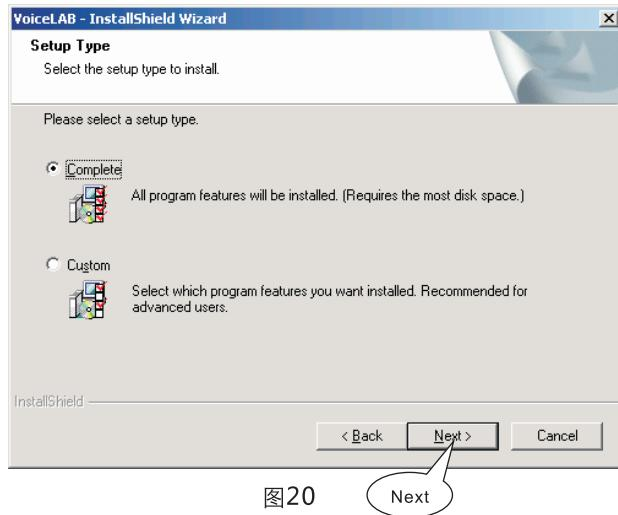

图20
- 安装选项选择，按默认设置安装，点击“Next”进入下一步，如图20：